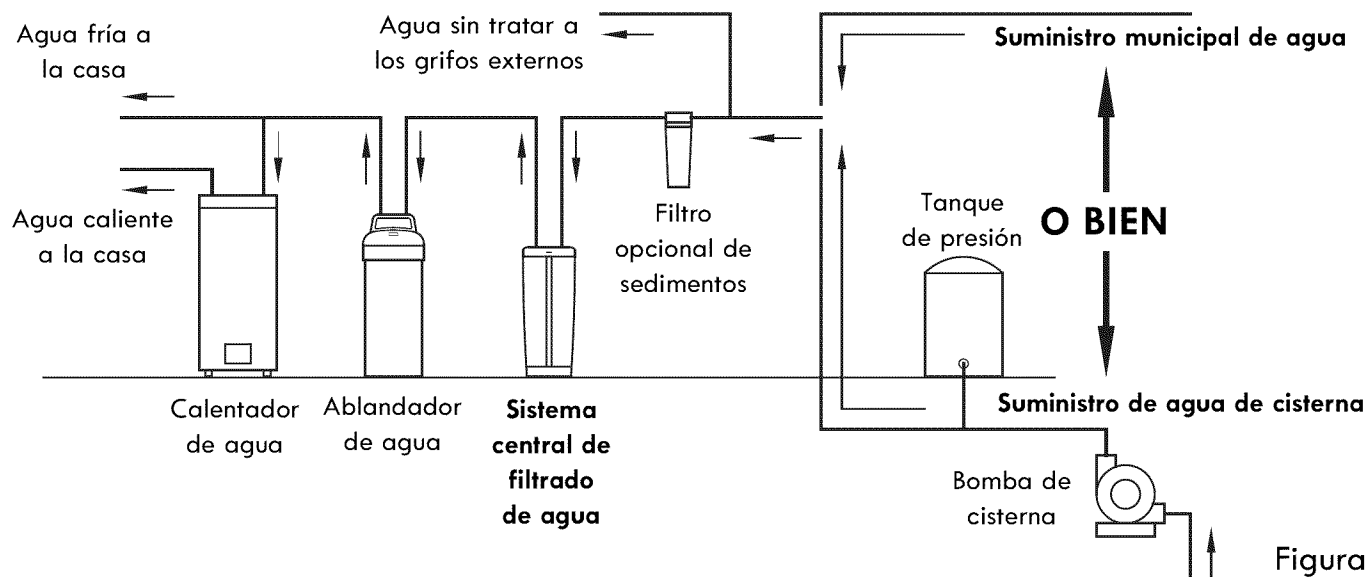

Figura 2
- No instale el sistema central de filtrado de agua para toda la casa en una tubería de agua caliente. (Vea la Figura 2 más abajo.)
- Instale sistema central de filtrado de agua para toda la casa entre el suministro entrante de agua de la vivienda y el suavizante de agua, si se utiliza. (Vea la Figura 2.)